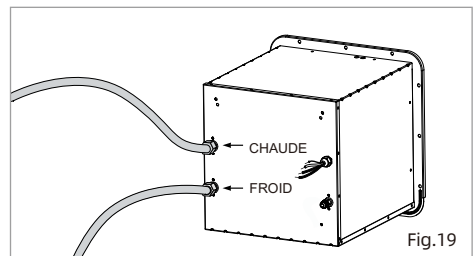

Fig.19
1. Raccordez les conduites d'eau CHAUDE et d'eau FROIDE aux raccords appropriés NPT 1/2 po. (Fig.19) Vérifiez si les rondelles/rubans en téflon sont correctement utilisés dans les raccords de conduite d'eau et assurez-vous qu'il n'y a pas de fuite d'eau.